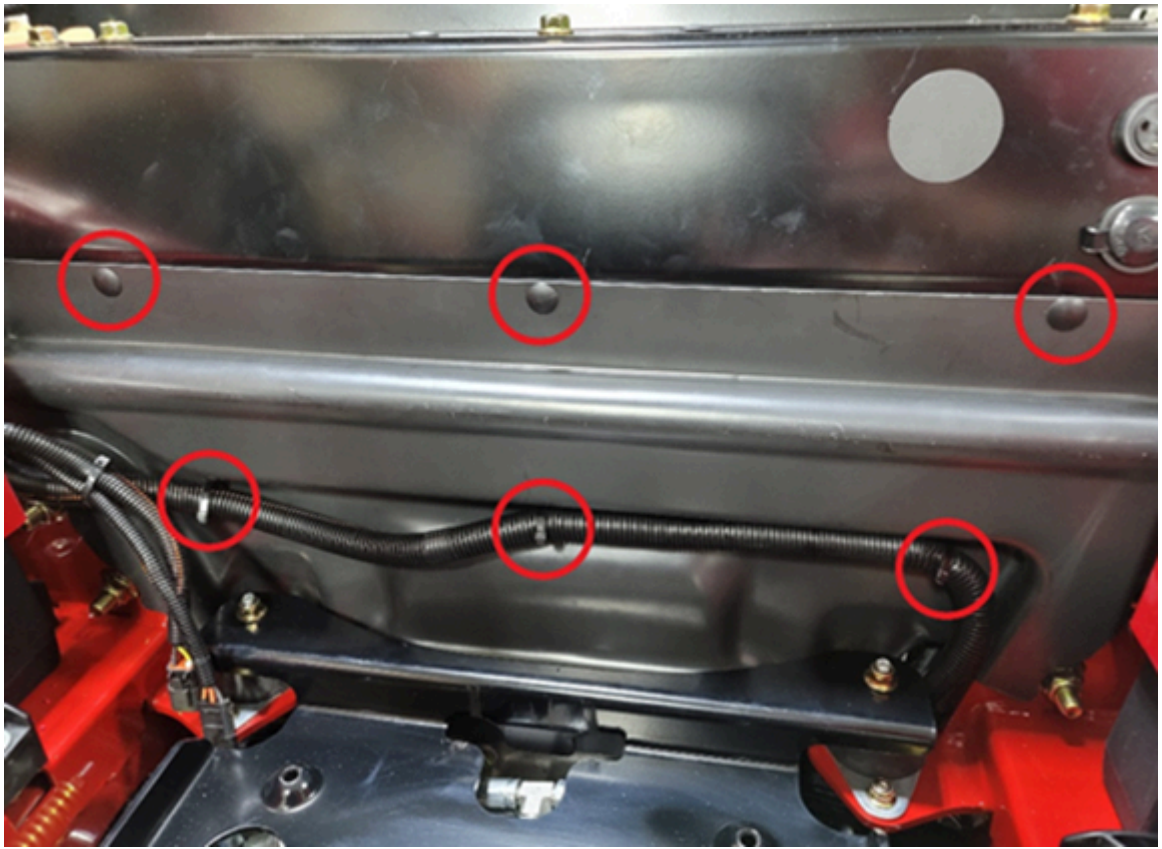

Рисунок 8
11. Закрепите теплоотражающую панель с помощью 3 пластмассовых заглушек (Рисунок 8).
12. Закрепите жгут проводов на теплоотражающей панели с помощью 3 кабельных стяжек (Рисунок 8).